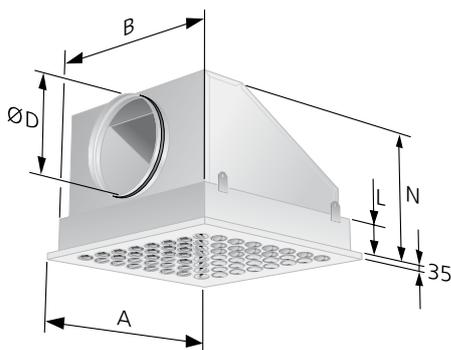

Abbildung 4. CDH/CLH runder Anschluss.
- Der runde Anschluss hat einen Nippelanschluss. Siehe Abb. 4.